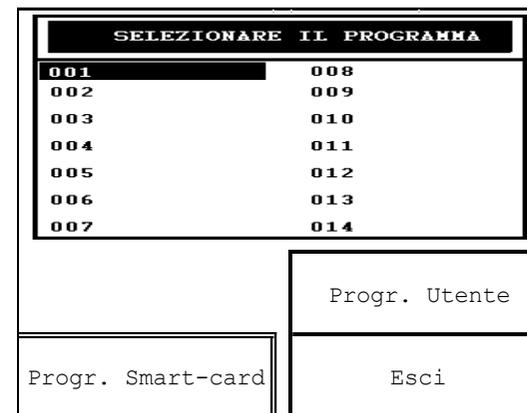

Fig. 21
Invece, in caso di inserimento corretto della smart-card nella propria fessura, comparirà la seguente schermata (vedi fig. 21):
- premere il tasto funzione relativo al pulsante PROGR.SMART-CARD (fig. 21)